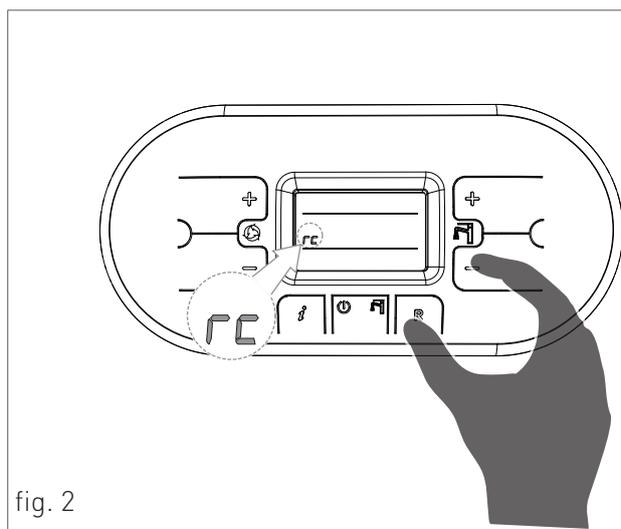

fig. 2
- › Attivare la funzione ricircolo premendo contemporaneamente i tasti **R** e **-** del pannello comandi (fig.2). L'attivazione della funzione ricircolo è visualizzata nel display del pannello comandi con la comparsa di 'rc'.